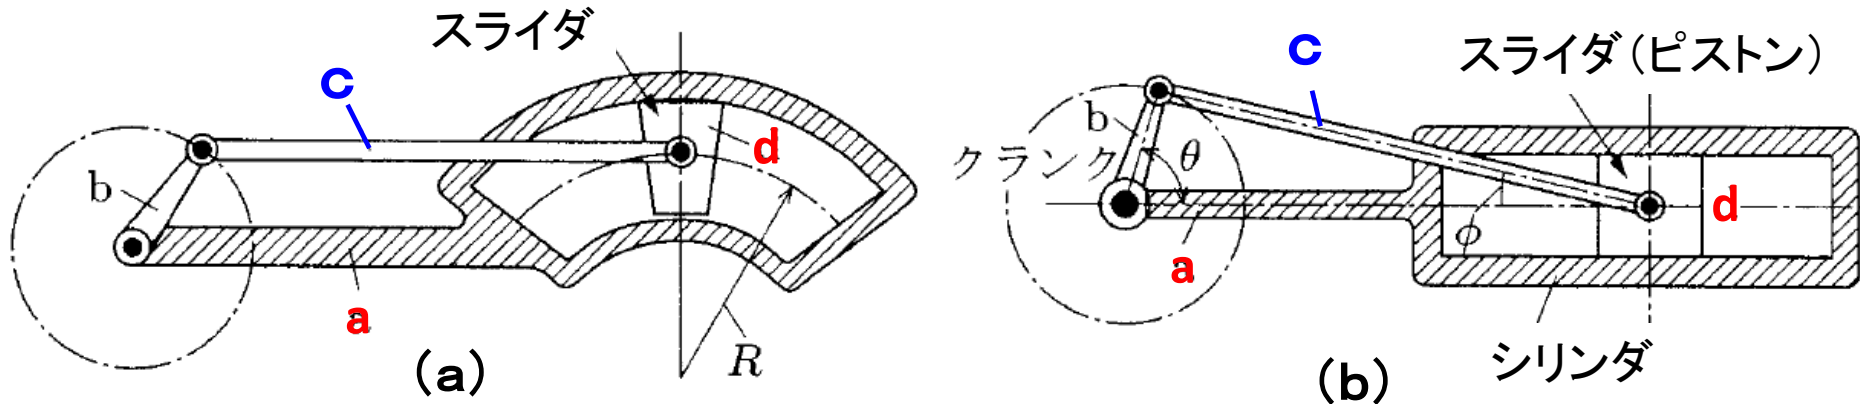

図10 スライダクランク機構
- 図10(a)でリンクaを固定し、リンクdを滑り対偶にすれば、図10(a)のような動きが得られる。リンクdをスライダ(sliding)という。
- リンクaの溝の半径 R を無限大にすれば、図10(b)のように、スライダは往復直線運動をする。代表的な例が内燃機関の往復動エンジン(reciprocating engine)であり、リンクcは接続棒(コネクティングロッド connecting rod)と呼ばれる。